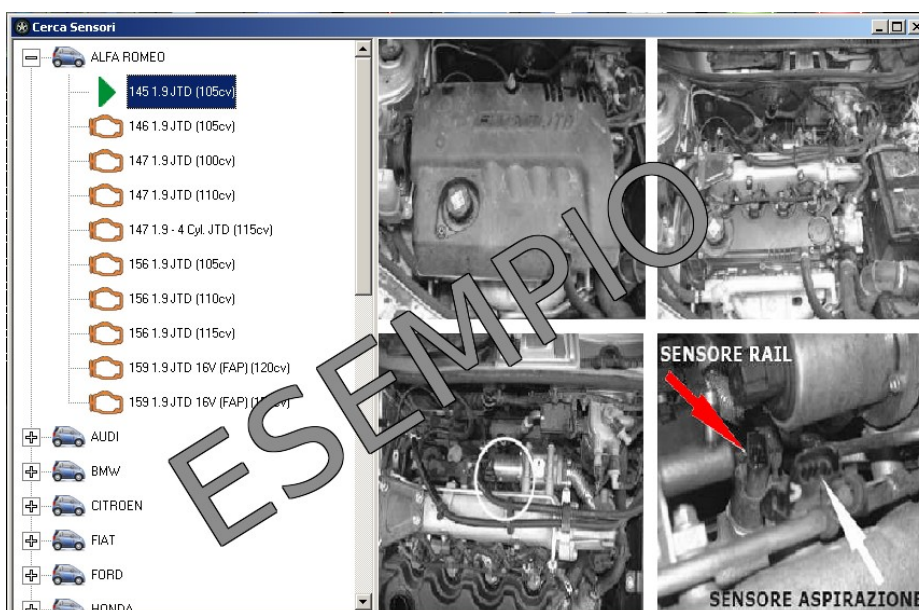
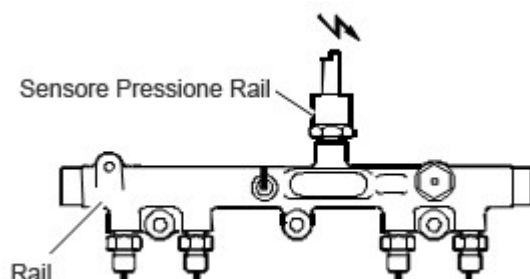

Figura 2 – Foto posizionamento del sensore rail
Figura 5 – Tipico flauto pressione rail con sensore evidenziato
Le foto del posizionamento nel veicolo del sensore rail si trovano nel software di controllo MTX Control Center nel menù a tendina sotto la voce “**Informazioni > Identificazione Sensori**”, la **figura 2** ne mostra un esempio.
1. individuare il sensore di pressione rail posto sul flauto dell'autovettura **Figura 5** o tramite il software come da **Figura 2**;